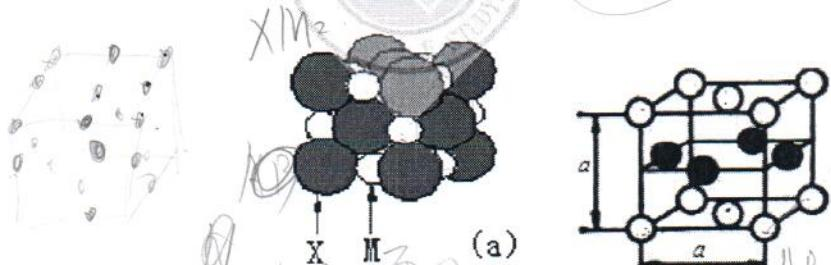

图 1 两种 A-B 二元合金相晶胞示意图
- 如图 1 为两种 A-B 二元合金相晶胞（类似于 $NaCl$ 和 $CuAu$ 结构），分别抽象出其空间点阵，并写出结构基元。
- 对图 1 (a)，用原子（离子）半径表达出的点阵常数 a ；给出晶胞中的原子（离子）个数。指出小原子（或正离子）的配位数是多少？